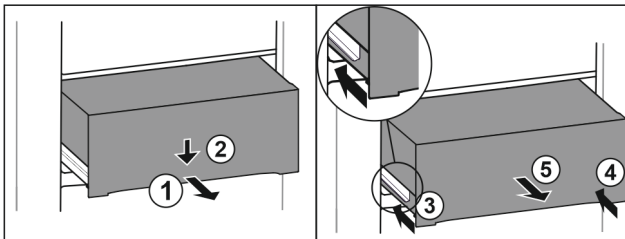

Fig. 103
- ▶ Schubfach halb herausziehen. Fig. 103 (1)
- ▶ Schubfach an der Vorderseite nach unten drücken. Fig. 103 (2)
- ▶ Linke Schiene etwa 2 cm einschieben. Fig. 103 (3)
- ▶ Rechte Schiene etwa 2 cm einschieben. Fig. 103 (4)
- ▶ Schubfach nach vorne entnehmen. Fig. 103 (5)